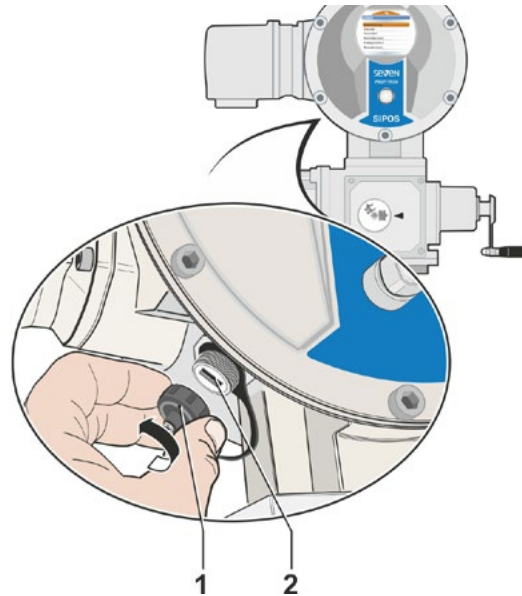

Fig. 1: USB-tilkobling
1. Skru av beskyttelseskappen på USB-kontakten (fig. 1, pos. 1) (den er sikret med et plastbånd slik at du ikke mister den).
2. På USB-tilkoblingen (pos. 2) koble til